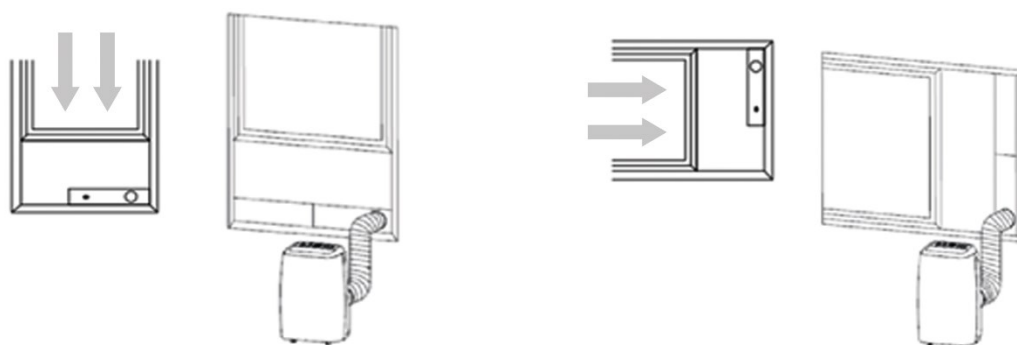

Abb. 5 Montage Fensterblende
- Schließen Sie den Fensterblendenadapter an der Fensterblende an (siehe Abb.5).